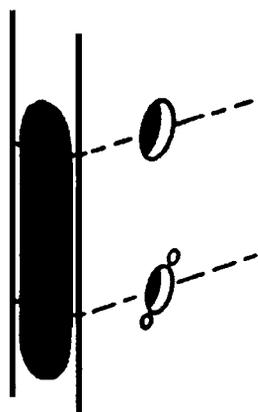

Рис. 6.26. Сверление отверстий для декоративной накладки и крепления замка (С разрешения компании Schlage Lock Company)
- Просверлить отверстия для декоративной накладки и замка (рис. 6.26).